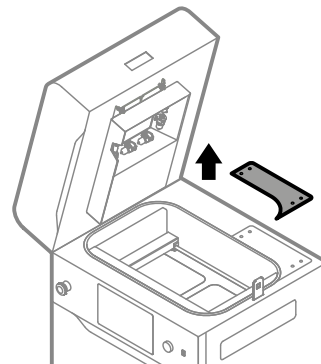

Abb. 12.72 Entferne die Zugangsklappe.
9. Entferne die Zugangsklappe auf der Oberseite des Druckers (Abb. 12.72).